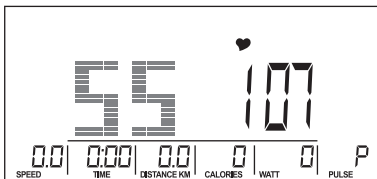
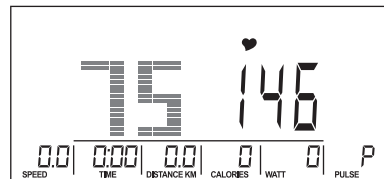
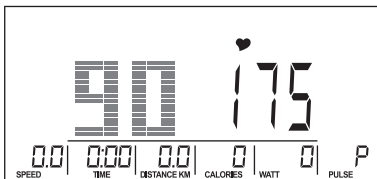
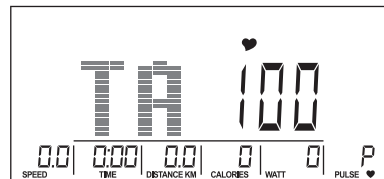

Abb. 15
Abb. 16
Abb. 17
Abb. 18
2. Wählen Sie mit dem Datenrad, 55% (Abb. 15), 75% (Abb. 16), 90% (Abb. 17) oder TARGET H.R.C. / Standardwert: 100 (Abb. 18). Wenn Sie TA wählen, stellen Sie mit dem Datenrad einen Wert zwischen 30 und 230 ein. Drücken Sie MODE, um die Auswahl zu bestätigen.